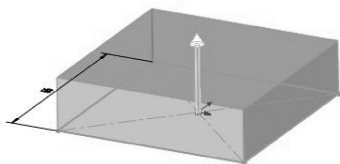

图 8-18 创建拉伸凸台
- 03 使用【拉伸凸台/基体】工具，创建拉伸深度为 15mm 的拉伸凸台，如图 8-18 所示。